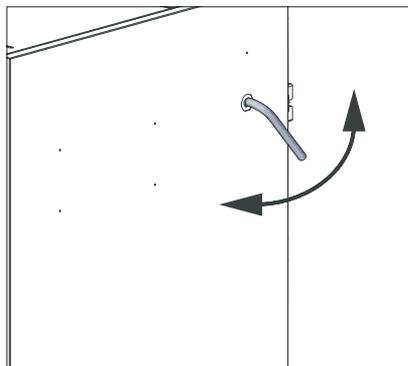

Fig. 4 Activer le levier de nettoyage des surfaces d'échange 5 à 10 fois
- ▶ **Actionner le levier de nettoyage des surfaces d'échange** env. 5 à 10 fois lors de chaque remplissage – Fig. 4.